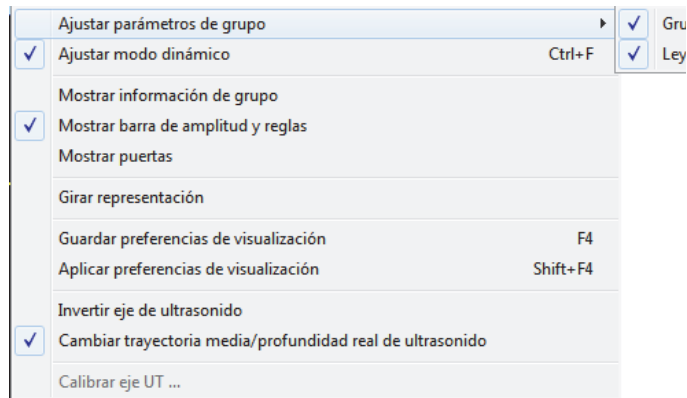

Figura 4-17 Selección del grupo activo
1. Haga doble clic en el título de la representación (parte superior de la representación), y seleccione el parámetro **Grupo activo** (ver Figura 4-17 en la página 123).